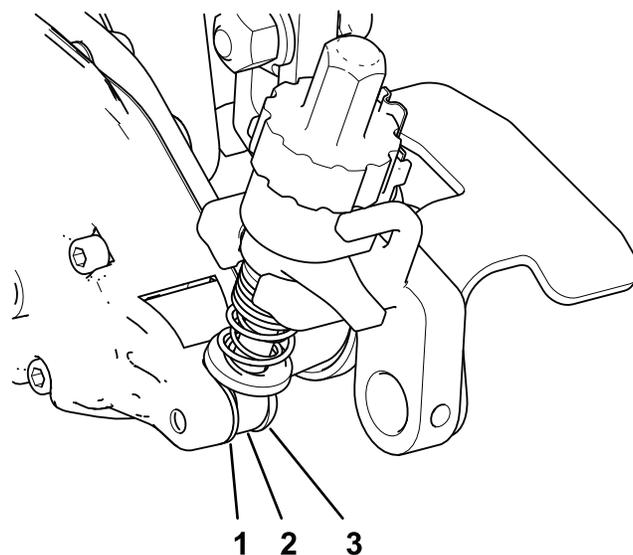

Figura 22
4. Sul lato della scatola di trasmissione del groomer, posizionate l'asta del braccio di regolazione della staffa dell'altezza di taglio all'interno della scatola di trasmissione del groomer e fissatela con un bullone di spallamento e una rondella rinforzata, come illustrato nella Figura 22; serrate il bullone di spallamento a 16–22 Nm.